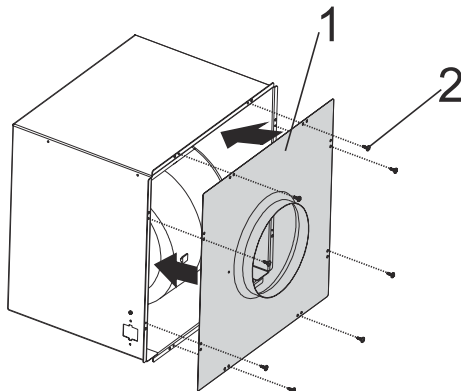

Fig. 25
6. ➔ Sæt den anden metalplade ind i den side som står åben på motorkassen (Fig. 25).
7. ➔ Før du kan montere produktet, skal du fjerne filterpanelets ramme med 4 skruer (Fig. 25 / 3).
- 12.** ▶ Monter filterpanelgruppen på produktet med 4 skruer (Fig. 25).